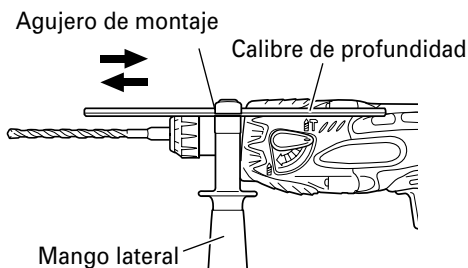

Fig. 22
6. Modo de usar el calibre de profundidad (Fig. 22)